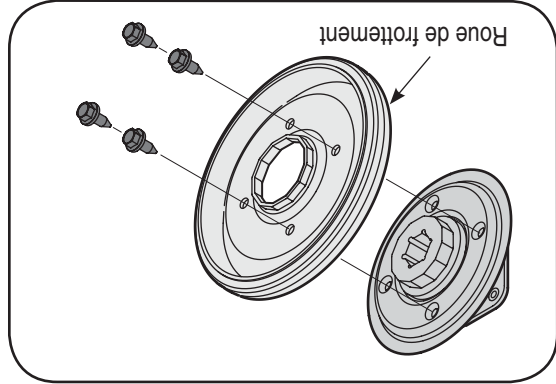

Figure 6-13
- Enlevez les quatre vis de l'ensemble de la roue de frottement et retirez le caoutchouc de la roue de frottement de la plaque de serrage. Voir la Figure 6-13. Jetez le vieux caoutchouc.